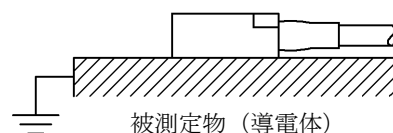

図3
- 静電気による故障回避とノイズ影響の低減の為、被測定物をアースに接続してください。（図3参照）